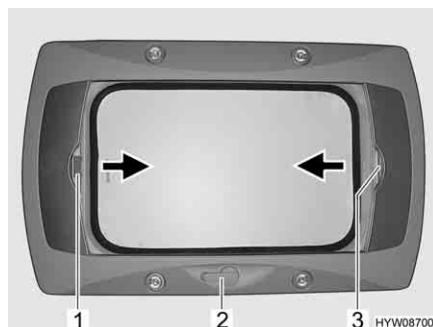

Fig. 65 Oblò a manovella
- Ruotare la manovella (Fig. 65,2) fino a quando non si incontra resistenza.
- Tirare la tendina oscurante pieghevole per la maniglia (Fig. 65,3) nella direzione della freccia fino alla posizione desiderata e rilasciare. La tendina oscurante pieghevole rimane in questa posizione.
- Tirare la zanzariera a rullo per la maniglia (Fig. 65,1) nella direzione della freccia verso la maniglia contrapposta della tendina oscurante pieghevole (Fig. 65,3) e farla innestare.
- Tirare la maniglia della zanzariera a rullo (Fig. 65,1) dietro, verso l'alto, e sganciare la zanzariera a rullo dalla tendina oscurante pieghevole (Fig. 65,3).